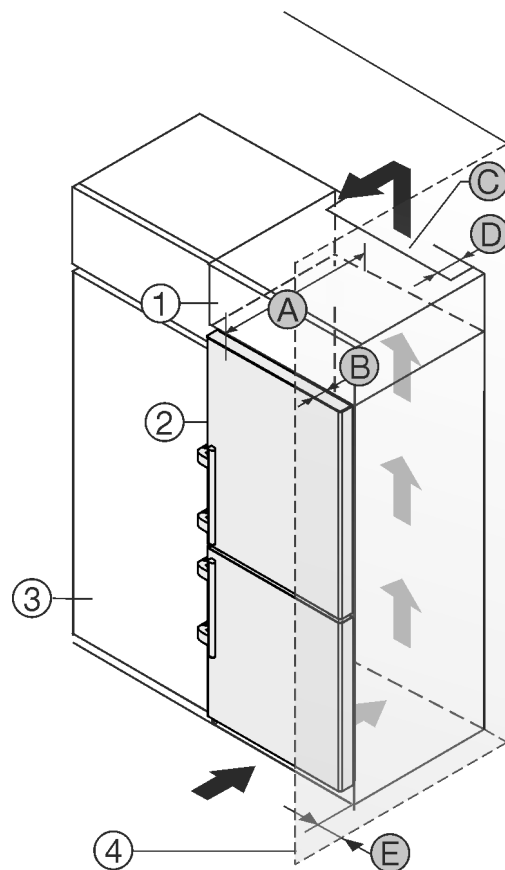

Fig. 2
- (1) Шафа для встановлення на пристрій *
- (2) Пристрій *
- (3) Кухонна шафа *
- (4) Стінка *
- (A) Глибина пристрою *
- (B) Глибина дверей *
- (C) Вентиляційний зазор *
- (D) Відстань задня сторона пристрою *
- (E) Відстань до сторони пристрою *
Ви можете встановити пристрій безпосередньо поряд із кухонною шафою Fig. 2 (3).*
Зі зворотного боку шафи для встановлення на пристрій слід передбачити вентиляційну шафу завглибшки Fig. 2 (D) на всю ширину цієї шафи.*
Слід дотримуватись вентиляційного отвору Fig. 2 (C) в стелі приміщення.*
Якщо пристрій із шарнірами встановлюється поряд зі стіною Fig. 2 (4), відстань між пристроєм та стіною повинна бути не менше 57 мм. Це відповідає необхідній відстані для ручки після відкривання дверцят.*
Щоб мати можливість повністю відкривати дверцята, потрібно, щоб пристрій виступав на відстань глибини дверцят Fig. 2 (B) відносно передньої панелі кухонної шафи. Залежно від глибини кухонних шаф Fig. 2 (3) та використання пристінних розпірок пристрій може ще більше виступати вперед.*